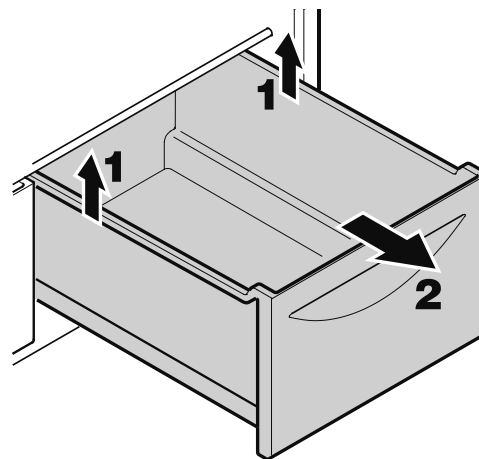

Figure 19
Sortir complètement le tiroir, le saisir à l'arrière et le soulever - Figure 19.
- Retirer les tiroirs à légumes comme à la **Figure 19**.